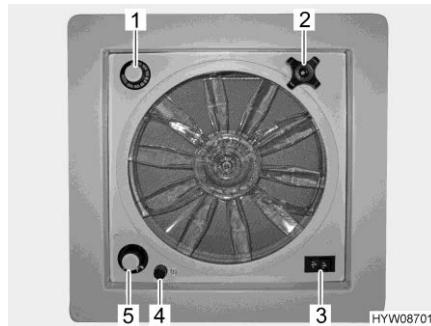

Fig. 75 Oblò con ventilatore
- ▶ Un fusibile da 4 A (Fig. 75,4) protegge da sovraccarico il motore del ventilatore. Se si verifica un sovraccarico: Per prima cosa individuare ed eliminare la causa (ad es. il ventilatore è sporco), poi sostituire il fusibile.
- Ruotare la maniglia girevole (Fig. 75,2), finché non si raggiunge l'angolo di apertura desiderato.
- Portare l'interruttore a levetta (Fig. 75,3) su "Aerazione" (flusso d'aria dall'esterno verso l'interno) o "Sfiato" (flusso d'aria dall'interno verso l'esterno).
- Portare l'interruttore a levetta (Fig. 75,3) sulla posizione centrale.
- Posizionare l'interruttore girevole (Fig. 75,5) sul grado desiderato:
- Ruotare il termostato (Fig. 75,1) fino alla battuta in direzione "blu".
- Ruotare il cappuccio nero (Fig. 75,4) di un quarto di giro in senso antiorario.